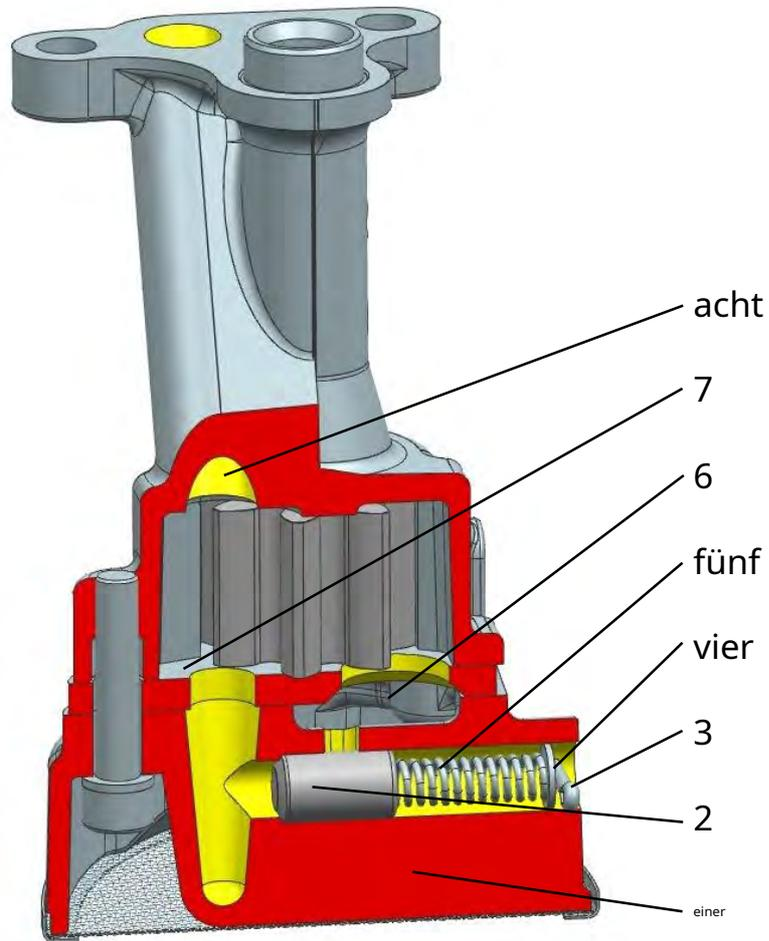

Abb. 31. Schnittdarstellung der Ölpumpe am Druckminderventil:
**Druckreduzierventil** - Kolbentyp, befindet sich im Aufnahmekissen Leitung 1 (Abb. 31) der Ölpumpe. Der Ventilkegel besteht aus Stahl, die Außenfläche ist nitrocarburiert, um die Härte und Verschleißfestigkeit zu erhöhen.